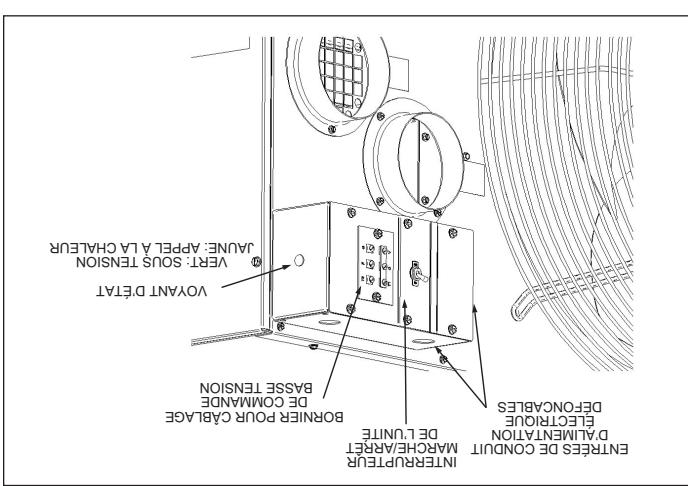

Figure 14.1 - Boîte pratique avec interrupteur à bascule pour entrepreneur
7. Pour l'implacement d'entrée du câblage dans la boîte de dérivation, reportez-vous à la figure 14.1.